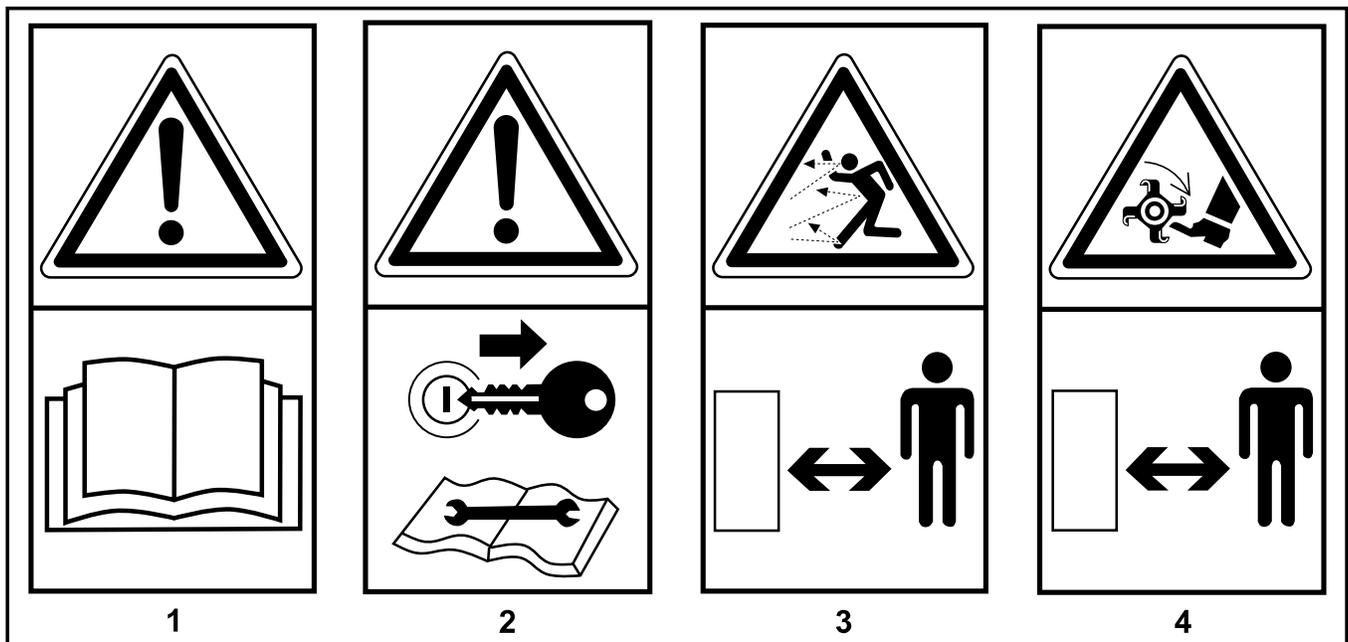

Fig. 6
2.1 SICHERHEITSSIGNALE (Abb. 6)